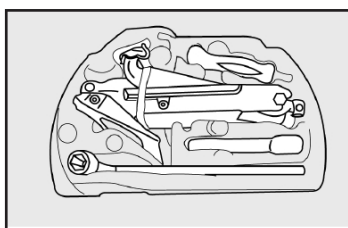

fig. 20
- Guardar as ferramentas utilizadas nos lugares específicos nos suportes fig. 20;